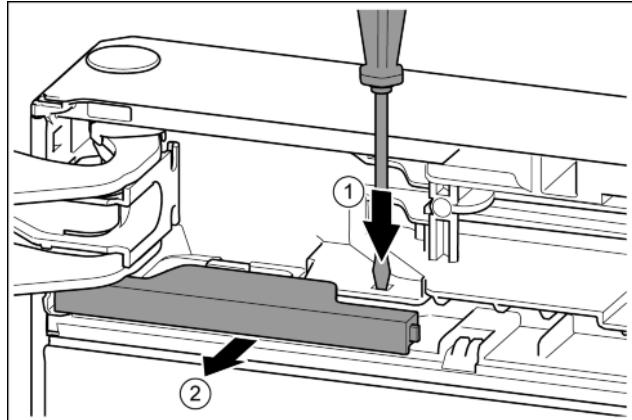

Fig. 11
- Нажать на накладку шлицевой отверткой. Fig. 11 (1)
- Вынуть крышку из зацепления. Fig. 11 (2)